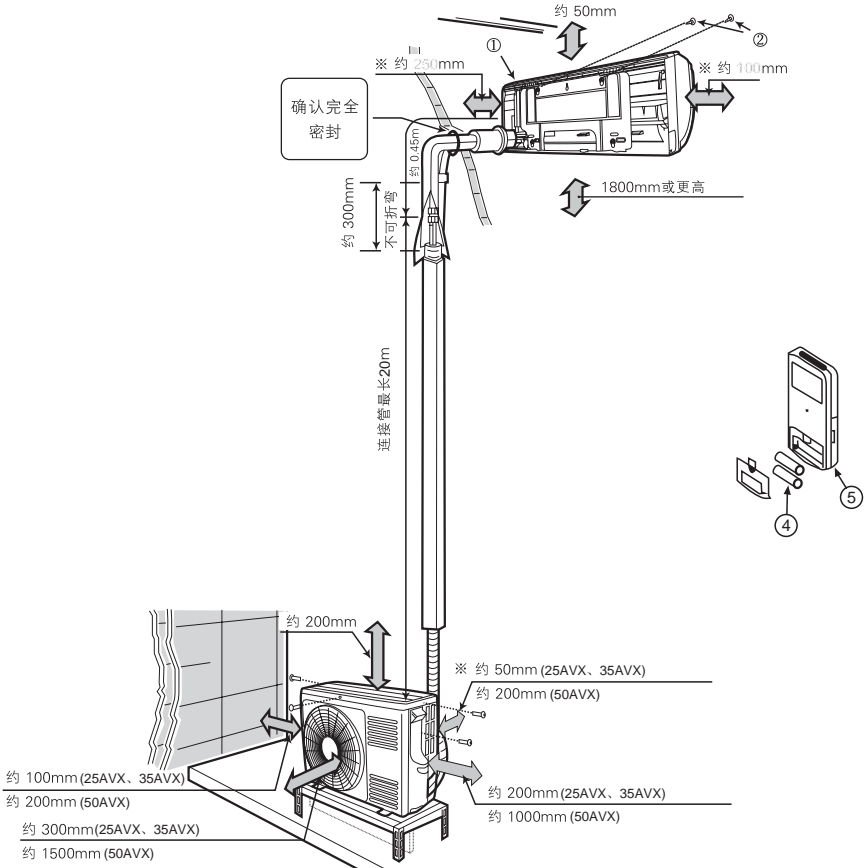

图1
- (1) 为了便于修理,室内机组旁边应如图1般保留空间。
(2) 室内机组应安装于超过地面180厘米以上处。
- (1) 如图1所示保留室外机组旁的空位，避免任何障碍物妨碍通风系统。
(2) 尽量安装于房屋的东或北方。如装于南或西方是无可避免时，应有遮盖物遮盖。
(3) 最好不要安装在污秽或雨淋的地方。
(4) 尽量靠近室内机组安装。
- 1 示图1是连接配管安装成形。
- 2 根据总装示图1结合对应附件按要求牢固安装。